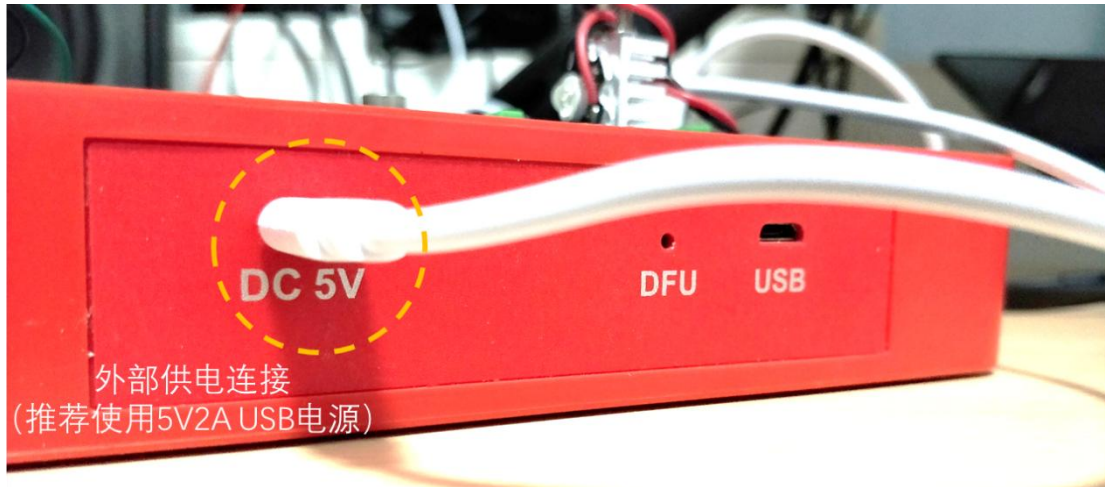

图 1-3
(3) 使用 Micro USB 数据线将底座的 Power 端口与 USB 供电（推荐功率为 10W）适配器连接，如图 1-3 所示。